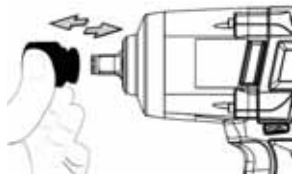

Fig. 1
1. Duw de dop zo ver mogelijk in de aandrijfspindel om deze te plaatsen (zie fig. 1).